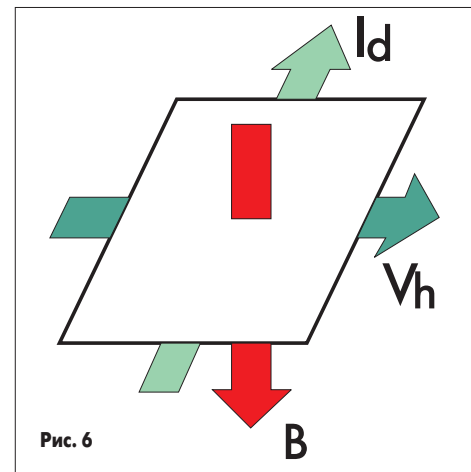

Рис. 6
Когда тонкий полупроводник (рис. 6) располагается под прямым углом к магнитному полю (B) и на него подается ток (Id), на концах полупроводника возникает напряжение (Vh). Это напряжение известно как напряжение Холла, в